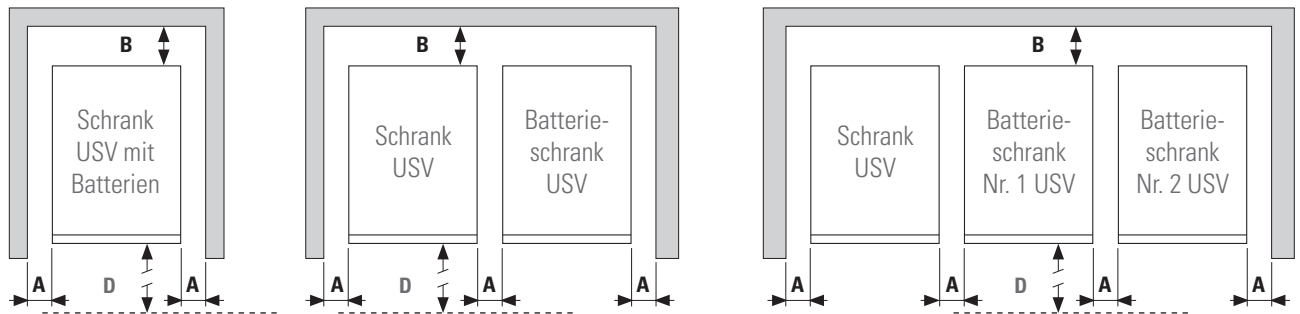

Abb. 14. Minimale Außenmaße für die Lüftung der USV.
- In der Abb. 14 werden beispielhaft die typischen Fälle je nach Modell dargestellt. Das Modell, das aus einem einzigen Gehäuse (USV mit Batterien in ihrem Inneren) besteht, und das der USV mit Batterien in einem unabhängigen Gehäuse oder mit erweiterter Autonomie.